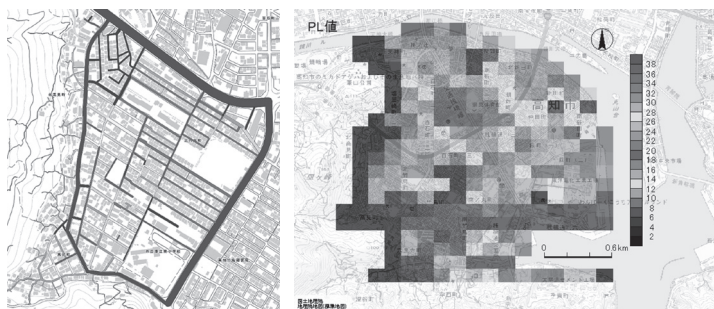

図1 実際に作成したハザードマップ(左:道路が通れなくなる危険な場所、右:液状化の起こりやすさ)
(1)実際に起こる被害を、「建物の倒壊」「液状化現象」「土砂崩れ」の3つとして、これらの被害をまとめたハザードマップを作成し（図1）、一つ一つの影響で避難にかかる時間がどれほど増えるのかを調べました。